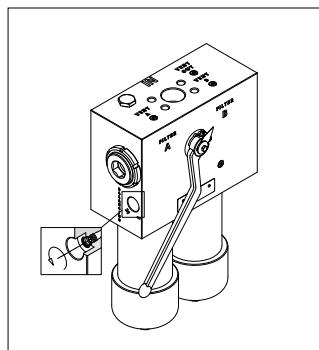

fig. 2
- (Fig. 2) Aprire la valvola di bilanciamento svitandola verso il segno “-”